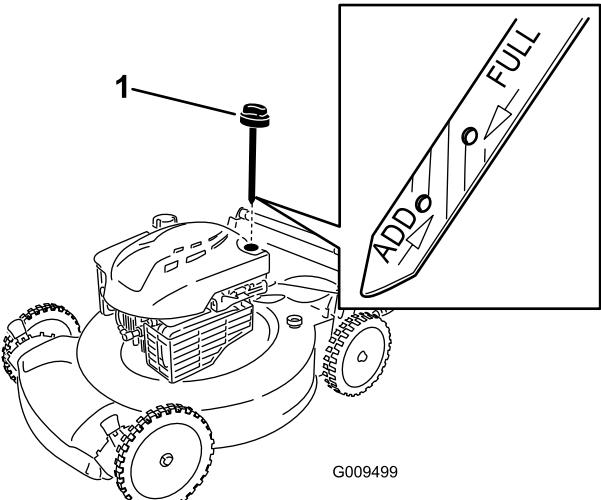

Figure 27
- Observez le niveau d'huile indiqué par la jauge (Figure 27).
- Retirez la jauge (Figure 27).